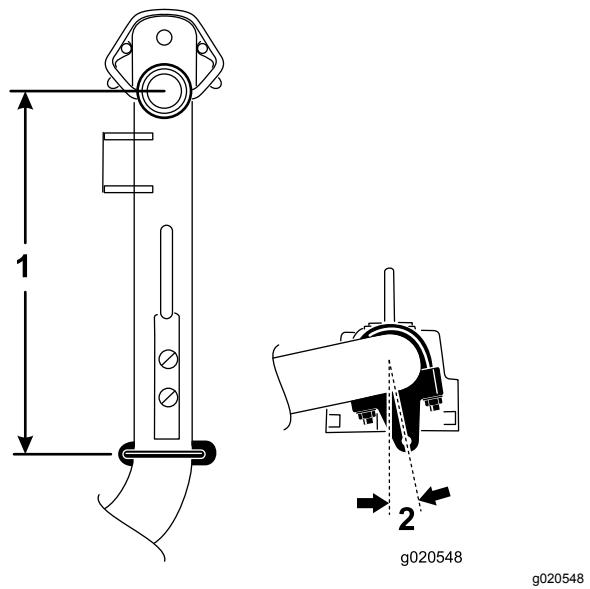

Figure 7
- Sur les bras de levage n° 6 et 7, positionnez les supports et les étriers filetés à 37 cm derrière l'axe du pivot (Figure 7).